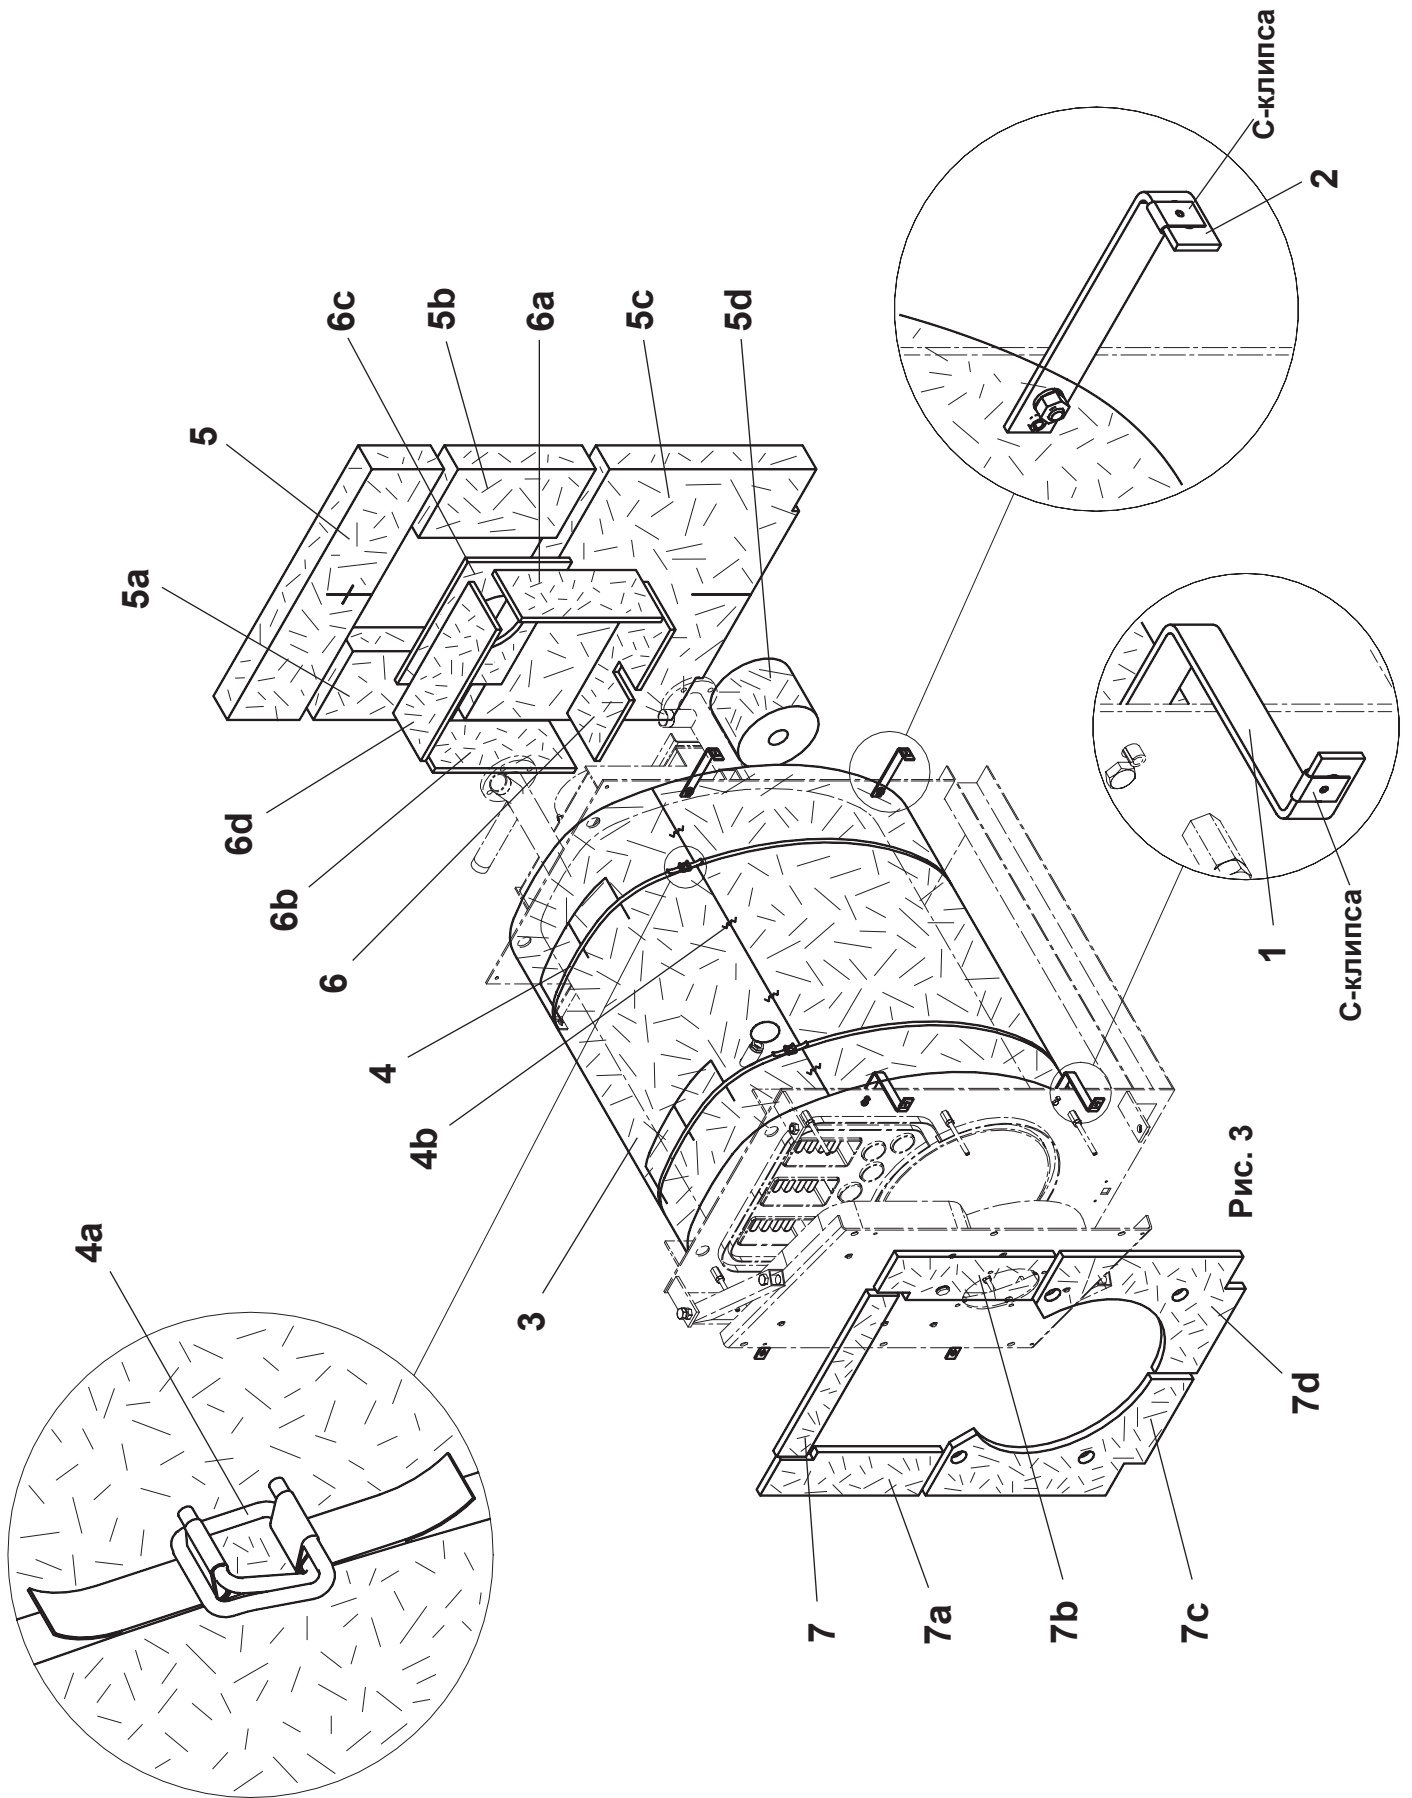

Рис. 3
Установите 4 специальных винта (9a) с контргайками на каждой стороне секции (9b/9c). Установите штекер горелки (9d) на правую (или левую) сторону секции и проложите кабель горелки (9e) (возможно над котлом) к месту регулятора котла (прокладывание кабеля как показано на рис. 6). Установите правую и левую секции (9b/9c) на крепления (9) и присоедините к фронтальным скобам (1, рис. 3) саморезами \varnothing 4.8 x 38.
10. Навесьте нижнюю правую и левую стороны стенки (10) на боковые секции (9b/9c) и подсоедините к задним стопорным скобкам (2, рис. 3) саморезами \varnothing 4.8 x 38.
12. Вставьте 2 изоляционных мата (12) (для предотвращения вертикальной циркуляции воздуха) вдоль правой и левой сторон